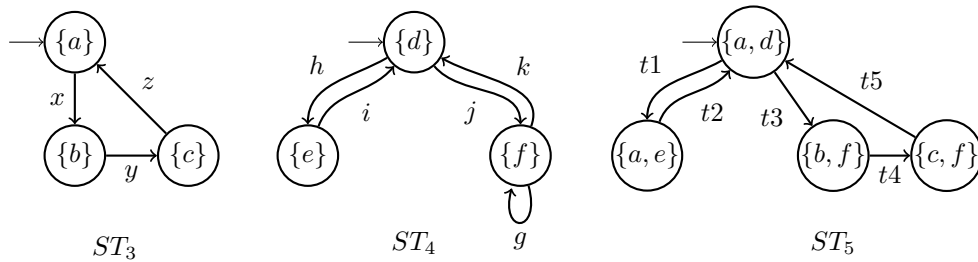

FIGURE 2 – Systèmes de transitions étiquetés ST_3 , ST_4 et ST_5
- On considère les systèmes de transitions ST_3 , ST_4 et ST_5 de la Figure 2. Donnez la table de synchronisation T' telle que $(ST_3 || ST_4)_{T'}$ est égal à ST_5 .